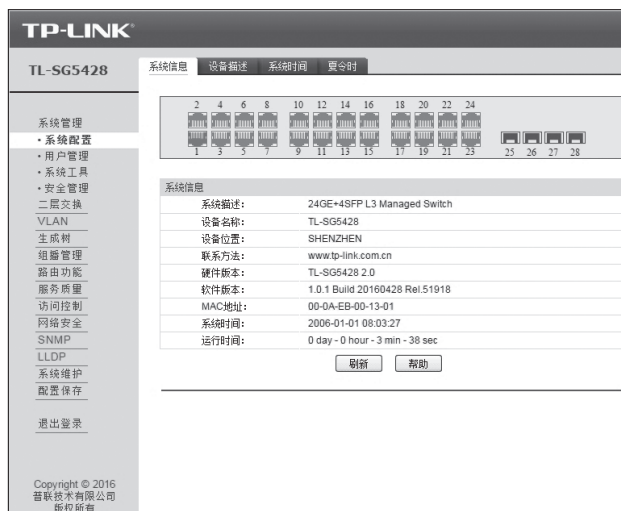

图4-2 交换机管理界面首页
4. 登录交换机管理界面首页，如图4-2所示。点击左上角本公司的商标，可以方便的访问本公司商用网络首页 (http://smb.tp-link.com.cn)；点击主页左侧的主菜单栏即可进行相应功能的配置。